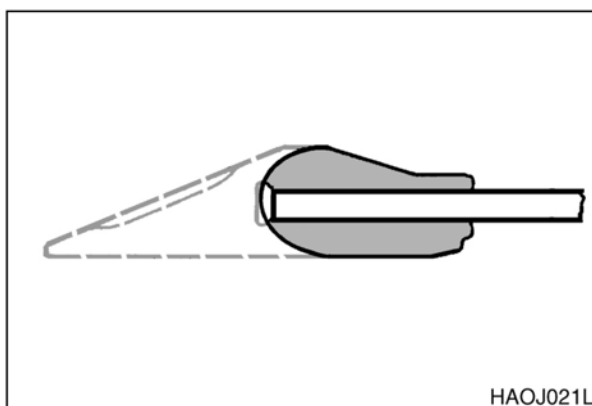

Рис. 23
2. Не следует допускать, чтобы сменные зубья ковша стирались до такой степени, чтобы открывались адаптеры. (Рис. 23)